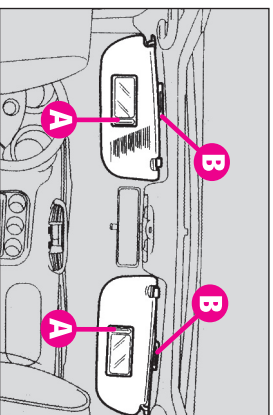

fig. 154
În spatele parasolarelor se află câte o oglindă cu capac glisant (A-fig. 154) și lumină (B).